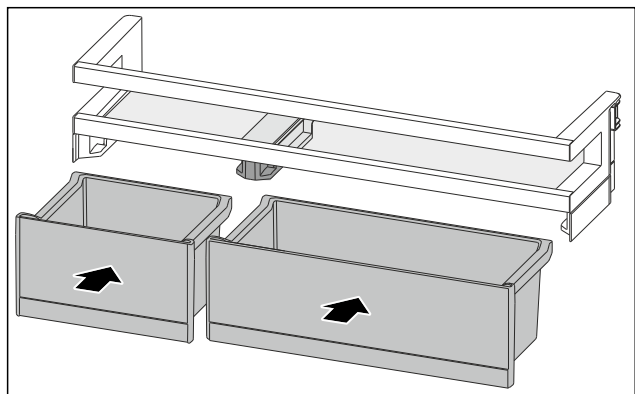

Fig. 83
- Umetnite kutije VarioBox izmijenjenim redoslijedom. (pogledajte Fig. 83)